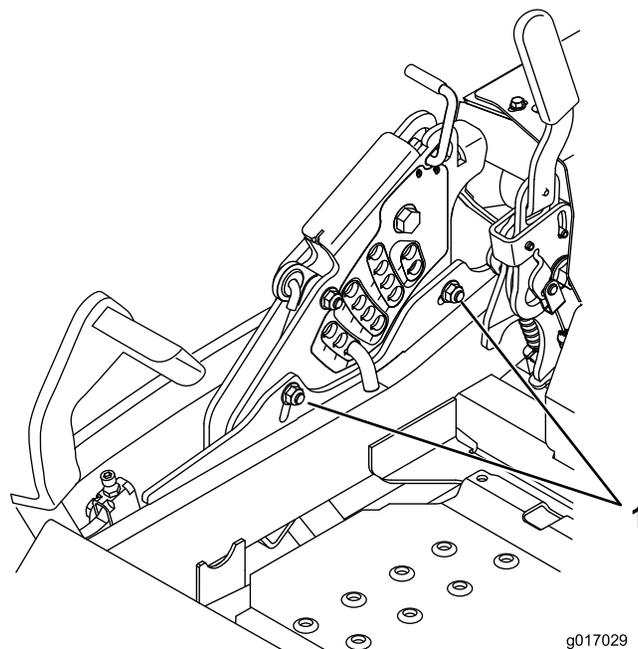

Figure 88
12. Pour régler le système monopoint, desserrez les deux boulons au bas de la plaque de hauteur de coupe. Reportez-vous à Figure 88.
14. Serrez les 2 boulons au bas de la plaque de hauteur de coupe (Figure 88). Serrez les 2 boulons à un couple de 37 à 45 Nm (27 à 33 pi-lb).